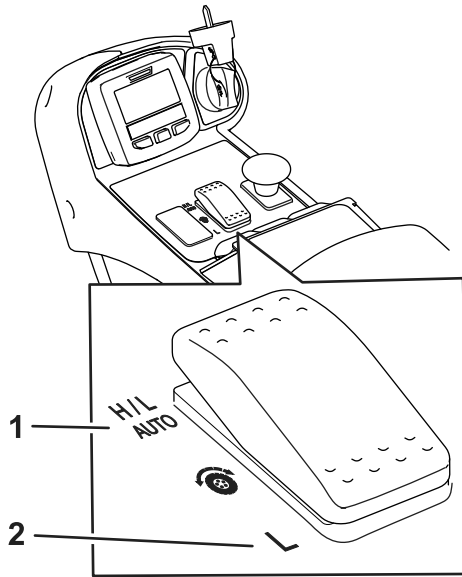

図 27
- このマシンは、通常の運転条件下では、速度レンジ設定を H/L AUTO にして使用することを前提にしております (図 27)。この設定で使用すると、移動走行しているか刈り込みをしているかをマシンが自動的に判別して高速レンジと低速レンジを自動的に使い分けます。
- Low 位置速度レンジスイッチ 図 27 の低速レンジ設定では、マシンは常に低速レンジで動作します。整備場内での移動、トレーラへの積み下ろし、急斜面の登り降りなど、大きな力が必要な場面でお使いいただくと便利です。
このマシンには、低速走行レンジと高速走行レンジという2つの速度レンジがあります。切り替えスイッチにより、以下のモードを選択することができます (図 27)
走行ペダルを一杯に踏み込んだ時の最大速度を設定することができます (図 28)。ローレンジ用とハイレンジ用に別々の最大速度を設定できます (図 27)。